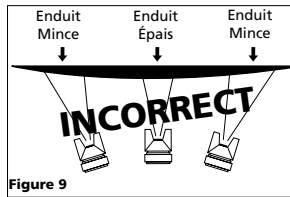

Figure 9
2. Garder la buse environ 6 à 9 po de la surface de travail pendant le coup et toujours déplacer la buse pendant la pulvérisation. Arrêter le pistolet en mi coups causera un surplus de peinture et résultera en coulements. Ne pas bouger le pistolet en évanouissant d'un côté à l'autre pendant la pulvérisation. Ceci causera un surplus de peinture au centre du coups et un enduit insuffisant à chaque bout (Voir Figure 9).